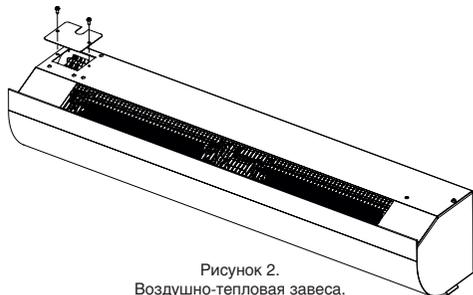
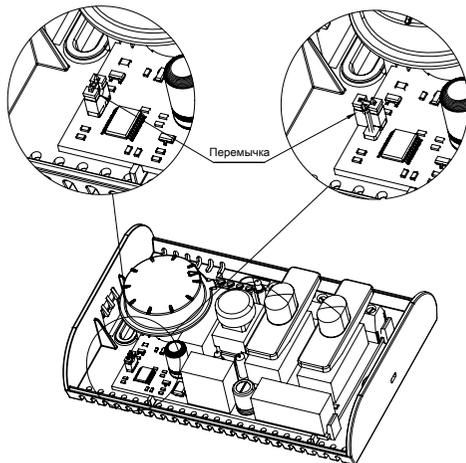

Рисунок 2.
Рисунок 3.
7.3.2 Для подключения к сети необходимо снять крышку с монтажного люка (рисунок 2), завести кабели и подключить к клеммной колодке согласно электрической схеме завесы (рисунок 3,4,5).
- Установить переключку в определенное положение (смотреть рисунок 3);